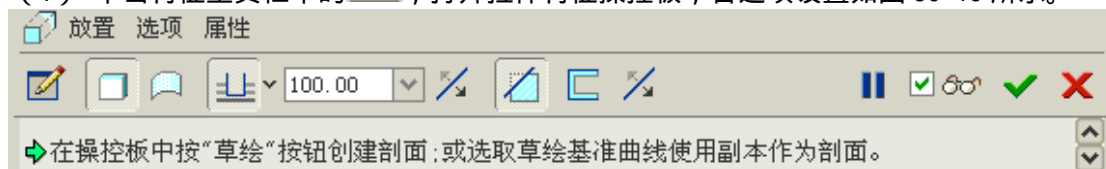

图 50-19
- (1) 单击特征工具栏中的 ，打开拉伸特征操控板，各选项设置如图 50-19 所示。